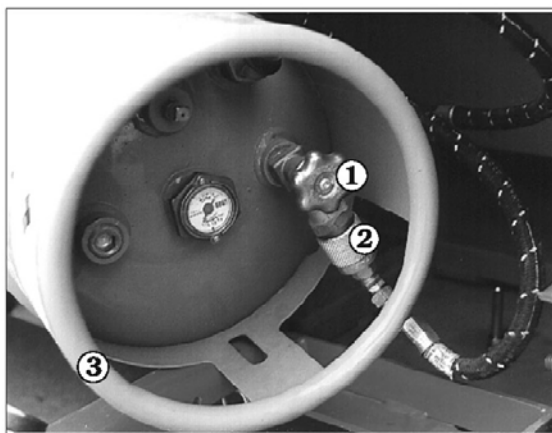

Fig. 11.11 - Byte av gasolflaska
För att byta en gasolflaska: Stäng ventilen ① (se Fig. 11.11). Lossa manuellt bränsleslangen med kopplingen ② och lyft ut flaskan ③.